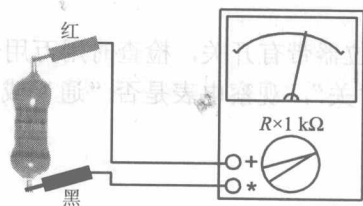

图 1.9 红黑表笔接触电阻两端
(1) 固定电阻的检测
- ① 连接表笔。将红表笔插入+插口，黑色表笔插入*插口；
- ② 机械调零。测量之前应将该万用表水平放置，观察指针是否指向零位，若不在零位，应调整“机械校零旋钮”使其指向零；
- ③ 将万用表置于 Ω 挡，确定好量程，进行“ Ω 校零”；
- ④ 测量过程。将红黑表笔接触电阻器两端便可进行测量，如图1.9所示；
- ⑤ 读取数值。将“ Ω 刻度线”上的读数 $\times$ 量程数，就是该被测电阻器的电阻值；
- ⑥ 将所测结果与标称值进行比较，只要在偏差范围内，即为合格电阻器。